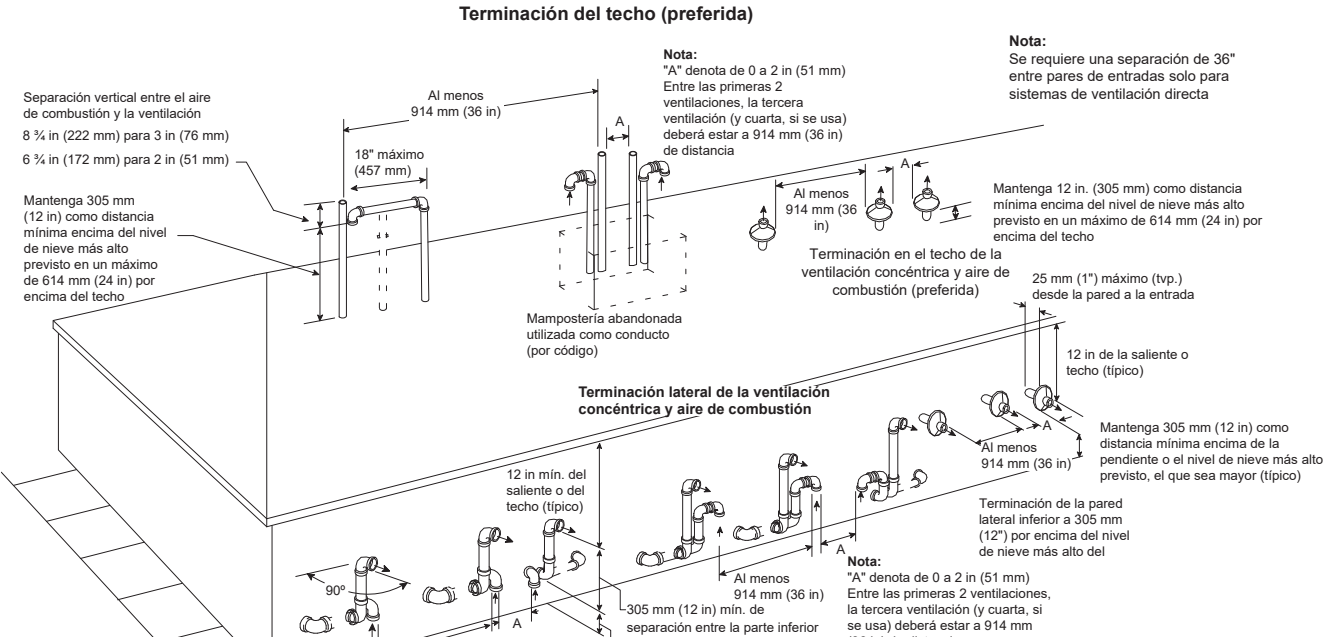
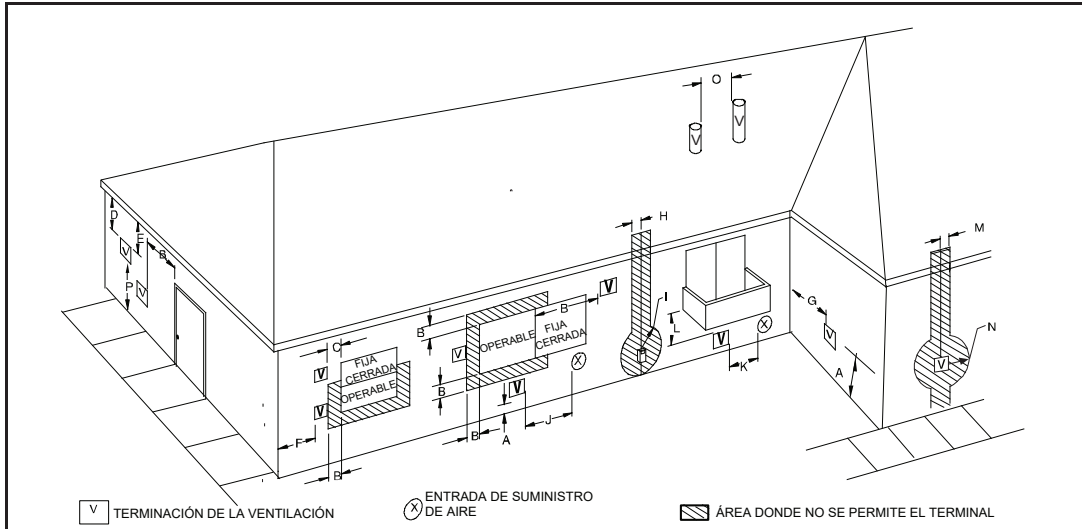

Fig. 40 – Terminación de aire de combustión y de ventilación para sistemas de ventilación directa (2 tuberías)
Fig. 43 – Distancias para las terminaciones de ventilación de aire de combustión ventilado y de ventilación indirecta
ventilación". No utilice una chimenea abandonada para suministrar aire exterior al calefactor. Consulte la Fig. 43 para ver las referencias a las distancias de ventilación que requieren las autoridades del Código nacional.
Para la holgura de las terminaciones de ventilación, las referencias a los códigos nacionales se muestran en Fig. 42 para sistemas de ventilación directa/de 2 tuberías y en Fig. 43 para sistemas de aire de combustión ventilado/ventilación indirecta/de 1 tubería. Para configuraciones de terminación en el exterior, consulte en Fig. 40 para sistemas de ventilación directa/de 2 tuberías y en Fig. 41 para sistemas de aire de combustión ventilada/ ventilación indirecta/de 1 tubería. Comuníquese con las autoridades locales para informarse sobre otros requisitos o exenciones de los códigos nacionales que aparecen en las figuras.
1. Cumpla con todos los requisitos de distancia de la Fig. 42 o la Fig. 43 según la aplicación.
Las tuberías de ventilación directa (2 tuberías) y de aire de combustión deben terminar fuera de la estructura. Consulte la Fig. 42 para ver las referencias a las distancias de ventilación que requieren las autoridades del Código nacional. Las terminaciones de ventilación y aire de combustión permitidas se indican en la Fig. 40.
La tubería de ventilación de un sistema de aire de combustión ventilado debe terminar en el exterior. Consulte la Fig. 43 para ver las referencias a las distancias de ventilación que requieren las autoridades del Código nacional. Las terminaciones de ventilación permitidas se muestran en la Fig. 41. La tubería de aire de combustión desemboca en un ático o semisótano bien ventilado. Respete las distancias que se muestran en la Fig. 50.
La tubería de ventilación indirecta (1 tubería) debe terminar en el exterior. Consulte la Fig. 43 para ver las referencias a las distancias de ventilación que requieren las autoridades del Código nacional. Las terminaciones de ventilación permitidas se muestran en la Fig. 41.